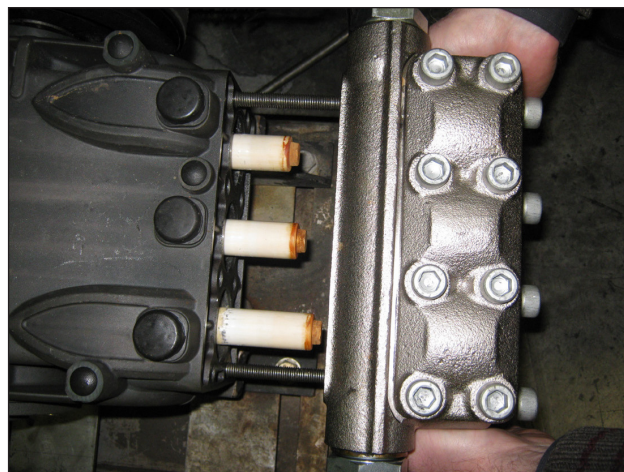

Fig. 29
- B) Lubrifique os componentes ②③⑤ com graxa de silicone tipo OCILIS cód. 12001600; esta operação é considerada necessária para facilitar o assentamento da borda dos vedantes no pistão.
1. Usando dois parafusos - pino de serviço (código 27726000) fixado ao cárter como indicado em (Fig. 29), posicione o cabeçote completo, certificando-se de que ele esteja centrado somente no pistão central.